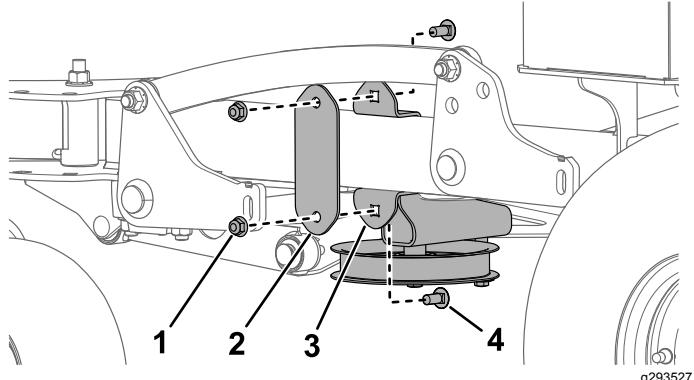

Figura 6
- Sujete el soporte de montaje al tubo izquierdo del bastidor de la máquina, entre las placas soldadas al tubo, usando la placa, 2 pernos de cuello cuadrado y 2 tuercas (Figura 6). Apriete los pernos a 37–45 N·m (27–33 pies-libra).